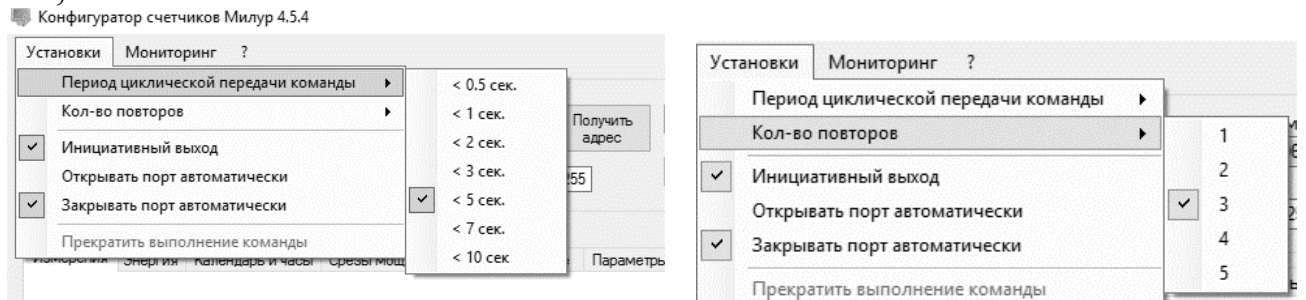

Рисунок 26 – Параметры связи
- в меню «Установки» (рисунок 26) выбрать «Период циклической передачи команды» равный трем или пяти секундам, «Кол-во повторов» от трех до